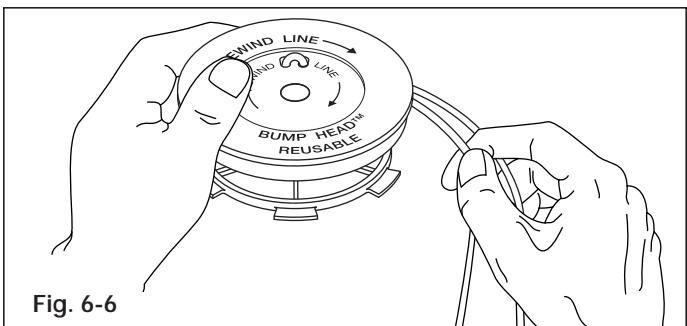

Fig. 6-6
- Bobine las líneas en capas parejas y ajustadas sobre el carrete (Fig. 6-6). Bobine la línea en la dirección indicada en el carrete interior. Coloque su dedo índice entre las dos líneas para evitar que se superpongan. No superponga los extremos de la línea. Proceda al paso 11.
- Tome aproximadamente 10 pies (3 m) de nueva línea de corte. Inserte un extremo de la línea a través de uno de los orificios del carrete interior (Fig. 6-6). Pase la línea a través del carrete interior hasta que queden sólo 10 cm (4 pulgadas) fuera.